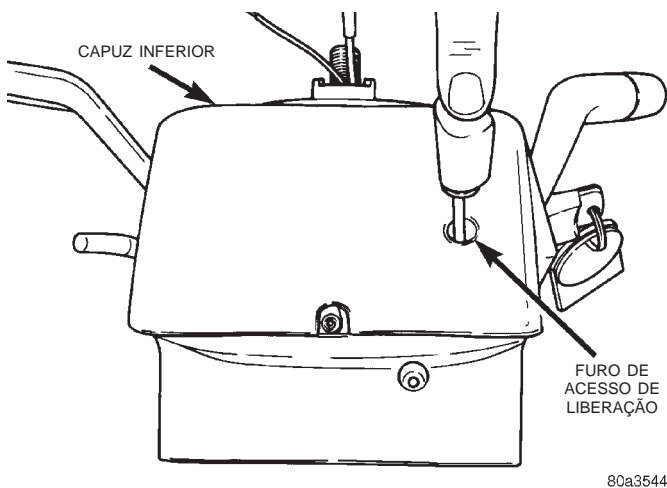
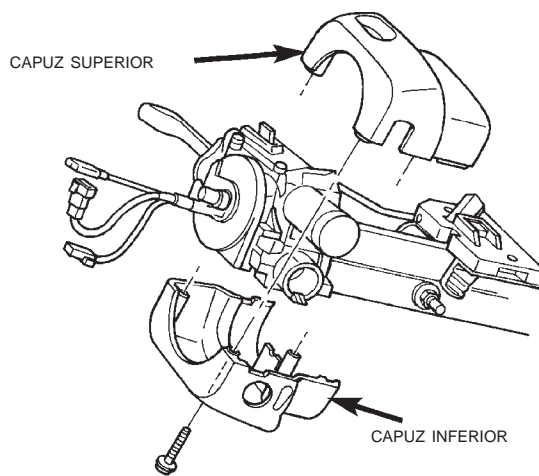

Fig. 2 Furo de Acesso de Liberação do Cilindro da Chave
Fig. 3 Capuzes da Coluna
(5) Gire o cilindro da ignição para a posição ON e remova-o apertando o botão de liberação através do furo de acesso no capuz inferior (Fig. 2).
(6) Remova a cobertura e o protetor para os joelhos. Consulte o Grupo 8E, "Sistemas do Painel de Instrumentos".
(7) Remova os parafusos do capuz inferior da coluna (Fig. 3) e remova o capuz inferior.
(9) Remova o capuz superior da coluna (Fig. 3).